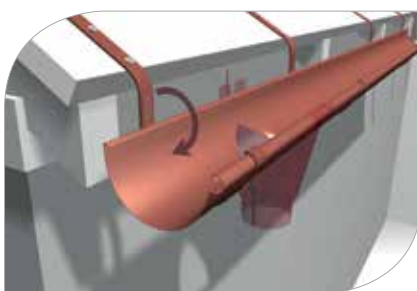

рис. 20
- 3.9 Загнуть лепестки длинных кронштейнов на требуемую длину **(рис. 20)**